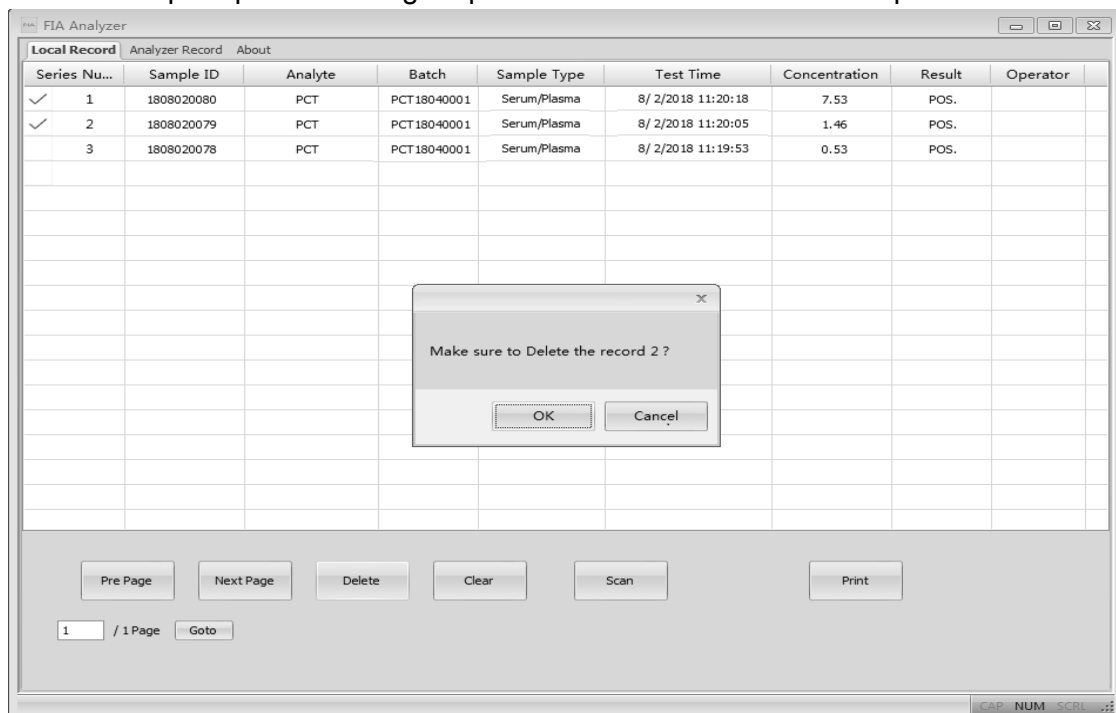

Fig 41
- “Delete”: Selezionare gli elementi da eliminare e cliccare su “Delete”, è possibile ottenere un prompt come in Fig 41 per confermare. Fai clic su “OK” per eliminare.